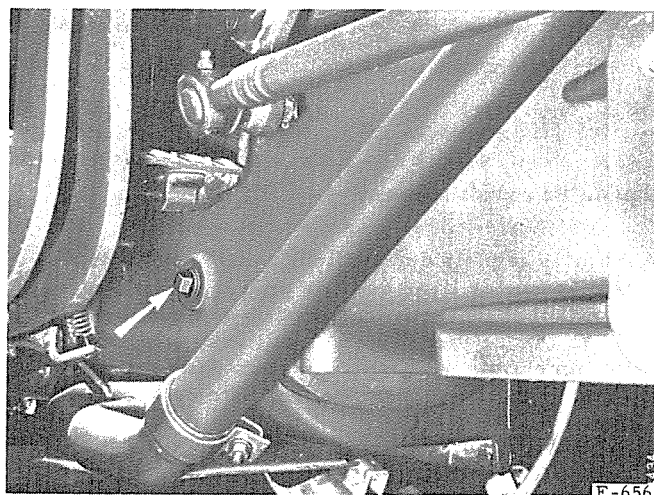

Fig. 7. — Bouchon de niveau du Carter de la transmission. Le bouchon de remplissage est montré sur la fig. 39.
Le carter de transmission doit être rempli d'huile à engrenages jusqu'au bouchon de niveau (1) situé à droite du carter (fig. 7).